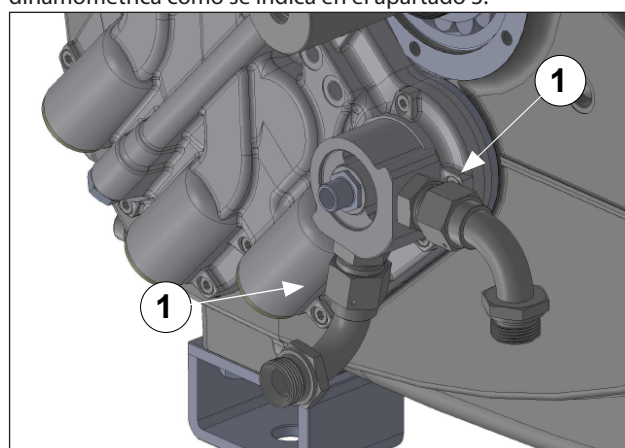

Fig. 131
Enroskar los dos codos de conexión con los tubos del intercambiador (pos. ①, Fig. 131) y apretarlos con la llave dinamométrica como se indica en el apartado 3.